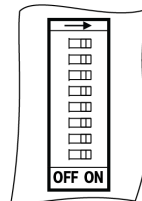

Рисунок 6.2 – Внешний вид DIP-переключателя
- восьмиразрядный DIP-переключатель (см. рисунок 6.2 и таблицу 6.2);